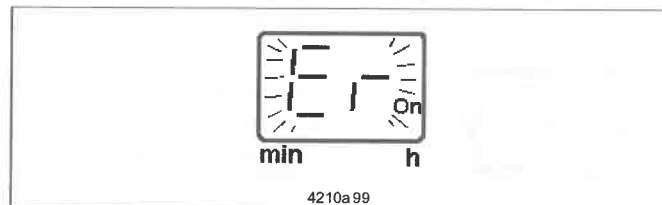

Abb. 9-1 Blinkende Anzeige einer Funktionsstörung
- LED-Anzeige * Er * (Abb. 9-1)